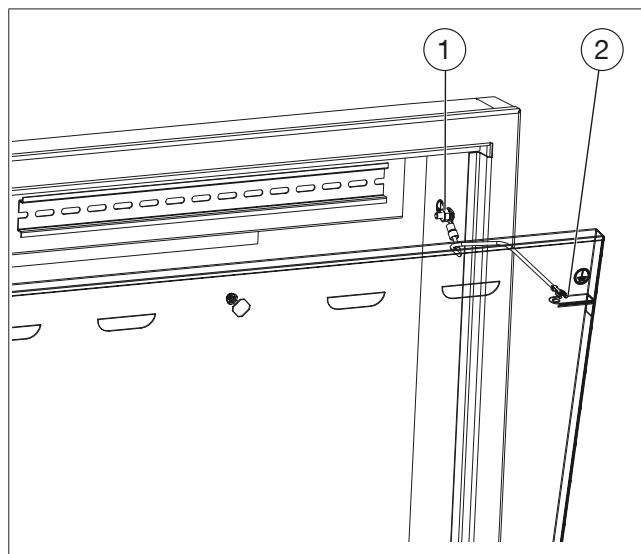

Abb. 8: Erdung der Tür
1. Verbinden Sie den zentralen Erdungspunkt (siehe Abb. 8 auf Seite 10 (1)) über ein Kabel mit der Potentialausgleichsschiene des Gebäudes.
Der zentrale Erdungspunkt befindet sich an der rechten Seitenwand des Aufputzschrankes (siehe Abb. 8 auf Seite 10).
2. Verbinden Sie ebenfalls den Erdungspunkt der Tür (siehe Abb. 8 auf Seite 10 (2)) mit dem zentralen Erdungspunkt (1).